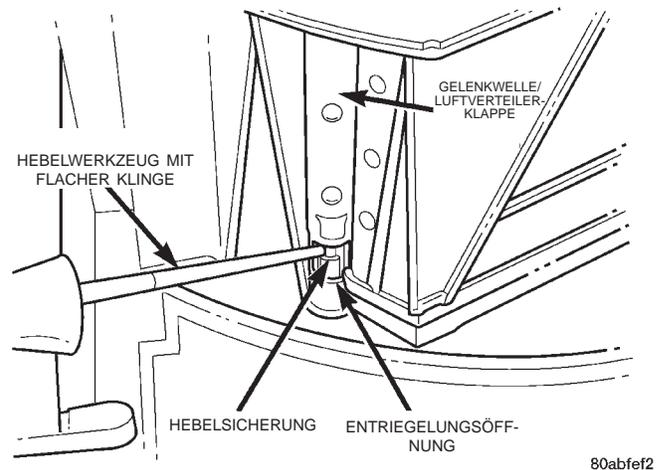

Abb. 52 Luftverteilerklappenhebel aus- und einbauen—Typisch
(1) Gehäuse der Heizungs-/Klimaanlage wie in diesem Kapitel beschrieben ausbauen und zerlegen.
(2) Stellglieder der Defrosterklappe und der Instrumententafelklappe wie in diesem Kapitel beschrieben vom Gehäuse der Heizungs-/Klimaanlage abbauen.
(3) Einen Schraubendreher in die Entriegelungsöffnung der Gelenkwelle der Instrumententafelklappe einführen (Abb. 52), so daß die Hebelsicherung gelöst wird, und den Hebel von der Außenseite des Oberteils des Gehäuses der Heizungs-/Klimaanlage von der Gelenkwelle abziehen.
(4) In das Oberteil des Gehäuses der Heizungs-/Klimaanlage greifen und die Instrumententafel-
(2) Instrumententafelklappe samt Hebel wie in diesem Kapitel beschrieben vom Oberteil des Gehäuses der Heizungs-/Klimaanlage abbauen.
(3) Einen Schraubendreher in die Entriegelungsöffnung der Gelenkwelle der Defrosterklappe einführen (Abb. 52), so daß die Hebelsicherung gelöst wird, und den Hebel von der Außenseite des Oberteils des
(2) Stellglied der Fußraumklappe wie in diesem Kapitel beschrieben vom Unterteil des Gehäuses der Heizungs-/Klimaanlage abbauen.
(3) Einen Schraubendreher in die Entriegelungsöffnung der Gelenkwelle der Fußraumklappe einführen (Abb. 52); so daß die Hebelsicherung gelöst wird, und den Hebel von der Außenseite des Unterteils des Gehäuses der Heizungs-/Klimaanlage von der Gelenkwelle abziehen.